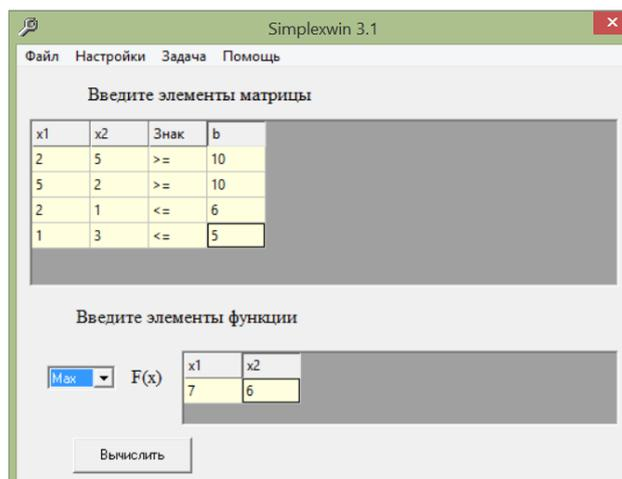

Рис. 2. Ввод данных
1.5. Запишите коэффициенты целевой функции, укажите к чему стремиться целевая функция (рис. 2).